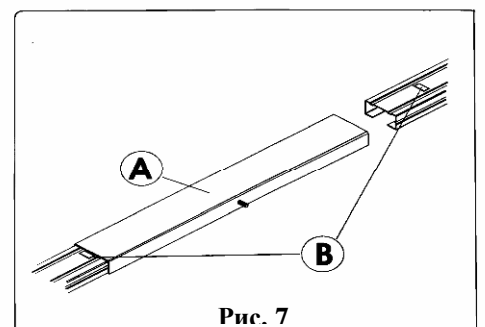

Рис. 7
- Соедините желоба между собой при помощи соединительного профиля А. Его фиксация обеспечивается замками на желобах В (если желоб состоит из 2-х частей), как показано на рис. 7